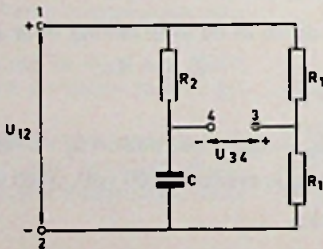

Fig. 5
- 4 Tussen de klemmen 1 en 2 van fig. 5 staat een sinusoidale wisselspanning u_{12} met een hoekfrequentie ω . De faseverschuiving tussen u_{34} en u_{12} bedraagt 60° . (De beide met R_1 aangegeven weerstanden zijn gelijk.)